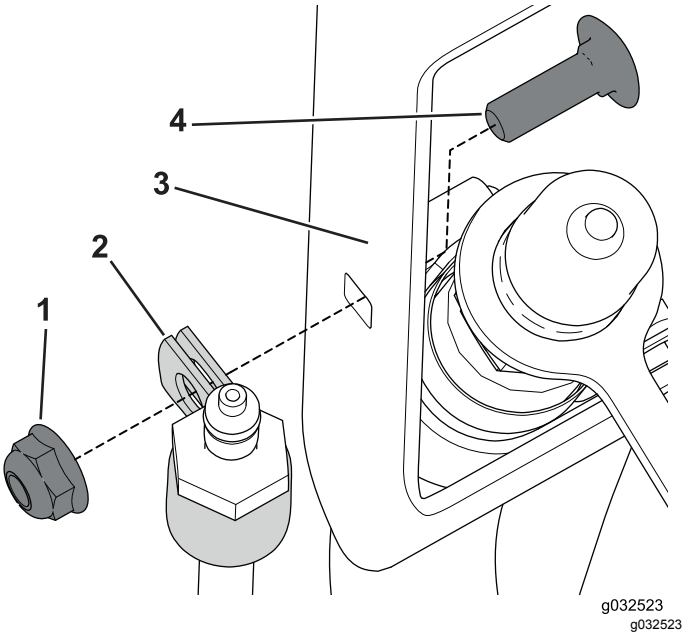

Figure 36
1. Placez un collier en R autour du raccord de flexible (Figure 36).
2. Fixez le collier en R au support de flexible à l'aide du boulon de carrosserie (1/4" x 3/4") et de l'écrou (Figure 36).